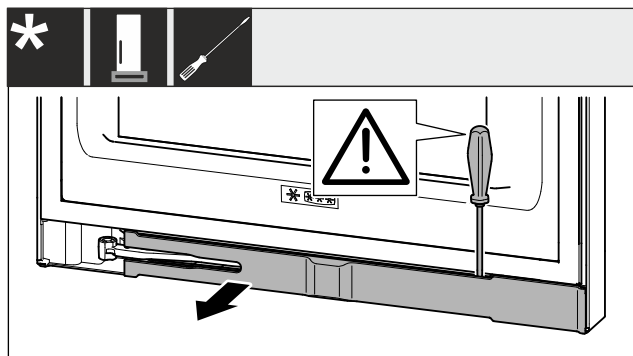

Fig. 3
- ▶ S ploščatim izvijačem staknite zaslonko in jo obrnite na stran Fig. 3 ().